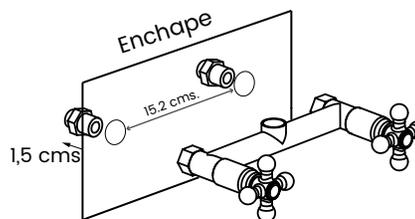

Figura 2
- **Para la instalación del mezclador, use dos adaptadores hembras de media pulgada separadas a seis pulgadas. Los adaptadores deben estar incrustadas a centímetro y medio del nivel del enchape. (Ver figura 2).**